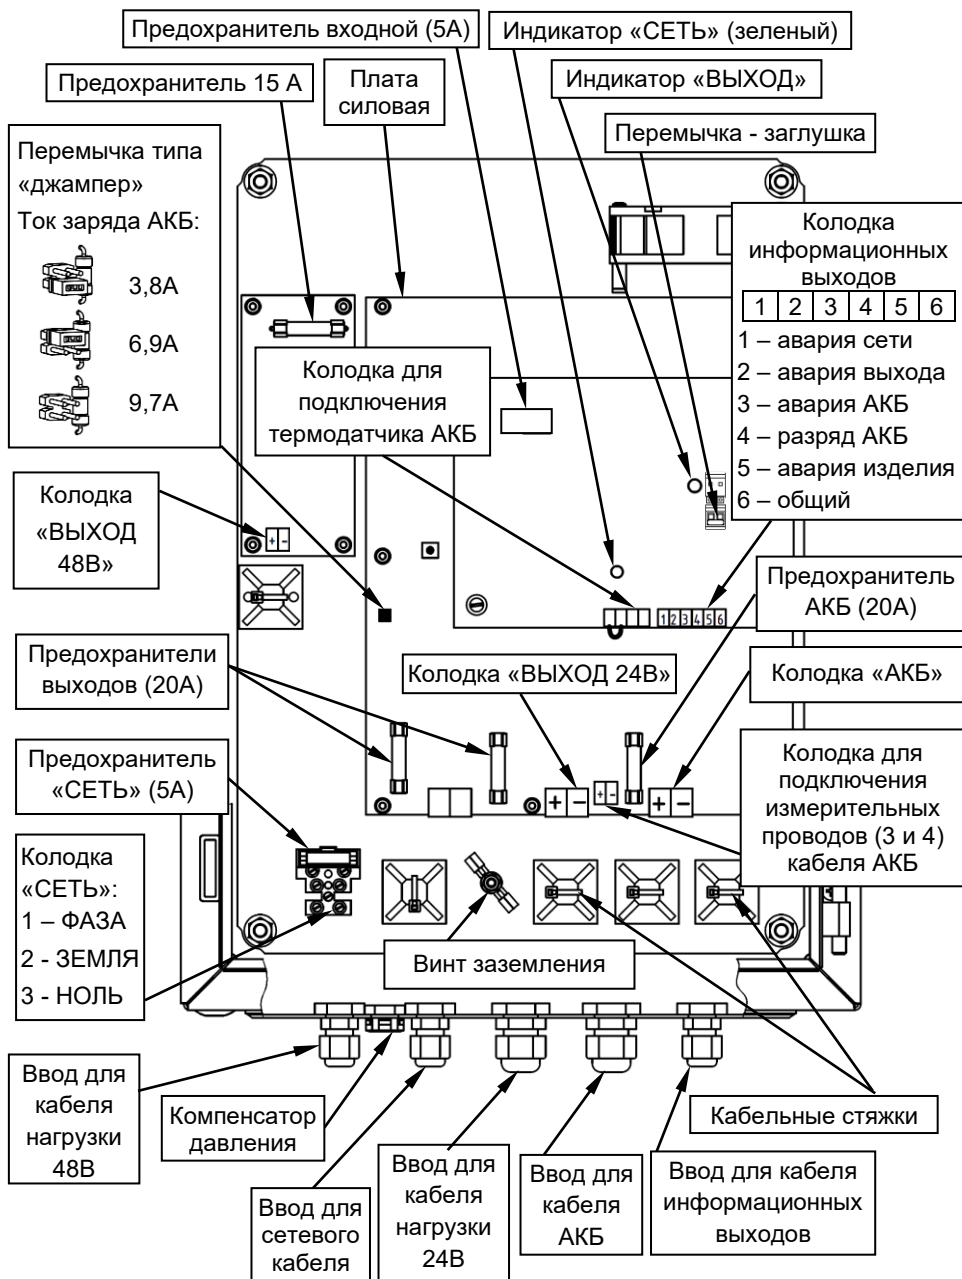

Рисунок 2 - Вид изделия с открытой дверцей
Подвод проводов сетевого питания, выходной нагрузки и АКБ осуществляется через герметичные кабельные вводы, установленные на нижней стенке корпуса (см. рисунок 2). При открытой дверце осуществляется доступ к печатным платам изделия и расположенным на них предохранителям, перемычкам, клеммным колодкам и индикаторам «СЕТЬ» (зеленого цвета) и «ВЫХОД 24В» (красного цвета).
Изделие обеспечивает ограничение тока заряда АКБ. Выбор одного из трех значений ограничения тока заряда АКБ осуществляется установкой/удалением соответствующей перемычки типа «джампер» (см. рисунок 2) в соответствии с рекомендациями таблицы 2.
Схемой источника предусмотрен разъем, контакты которого замкнуты предустановленной перемычкой-заглушкой (заводская установка). Разъем расположен на плате управления (см. рисунок 2) и предназначен для подключения внешнего управляющего контакта «ВЫХОД» (например: контакт внешнего реле, кнопки или тумблера).
Подключение внешних цепей к изделию в соответствии с назначением клемм подключения (см. рисунок 2) следует выполнять в следующей последовательности:
- провод заземления подключить к клемме 2 (ЗЕМЛЯ) на колодке «СЕТЬ» (см. рисунок 2);
- установить перемычками требуемое значение ограничения тока заряда АКБ (см. рисунок 2 и таблицу 2);
- проверить наличие и исправность предохранителей, расположенных на плате силовой и плате управления (см. рисунок 2);
- подключить с соблюдением полярности к клеммам колодок «ВЫХОД 24В» и «ВЫХОД 48В» кабели питания нагрузок (см. рисунок 2);